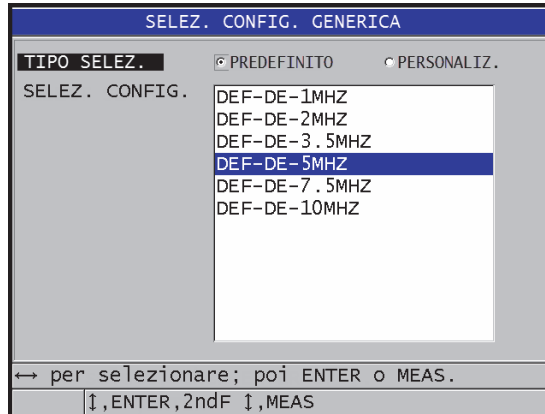

Figura 12-1 La schermata **GENERIC SETUP SELECTION**
2. Nella schermata **GENERIC SETUP SELECTION** (selezione di configurazione generale) che viene visualizzata (vedi Figura 12-1 a pagina 243):